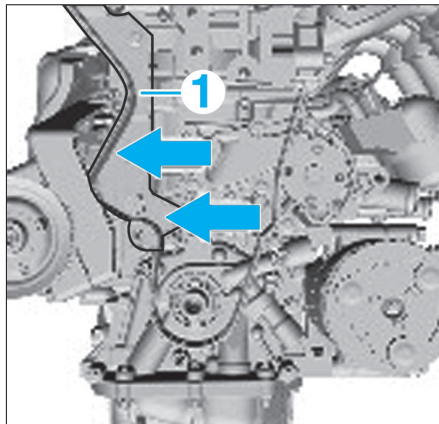

Fig. 16
- Déposer le carter latéral de distribution (1) (Fig.16).